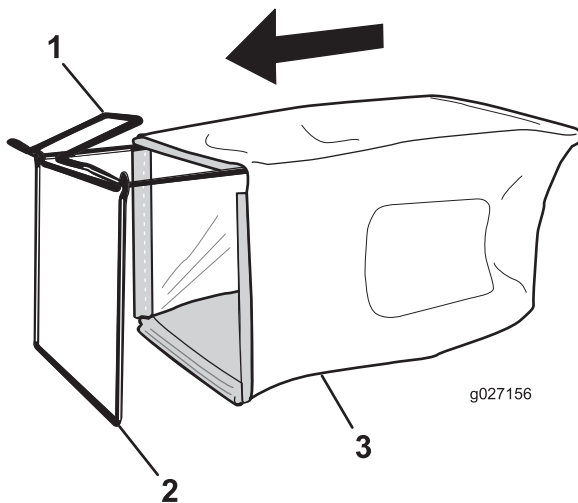

Figure 6
1. Glissez le bac sur l'armature, comme montré à la Figure 6.
- Remarque:** Ne faites pas passer le bac sur le guidon (Figure 6).